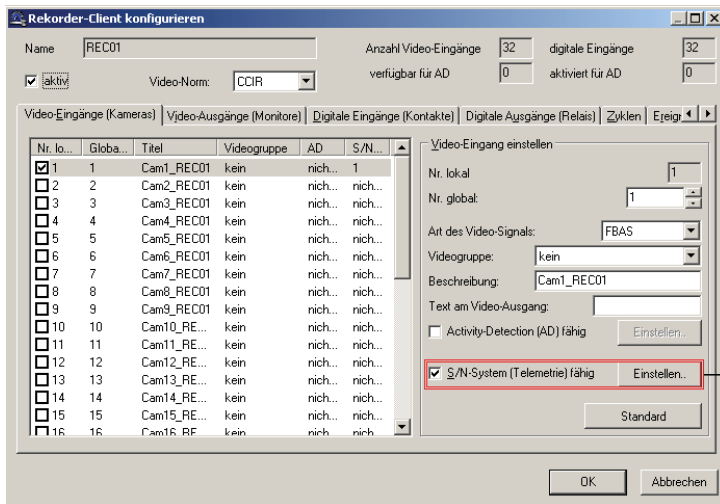

Abbildung 9-4: Zuordnung S/N-System - Videokanal
- Aktivieren Sie die Kamera und setzen Sie die Option „S/N-System fähig“ (roter Rahmen 1 in Abbildung 9-4).